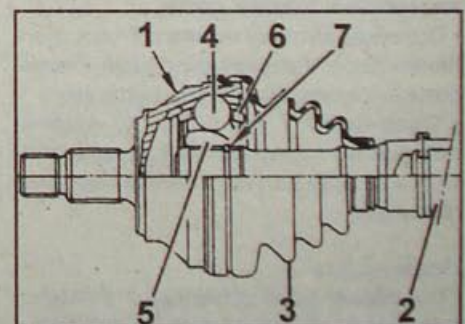

Рис. 8.10. Шарнир равных угловых скоростей с наружной стороны приводного вала:
- Установите кромки защитного чехла в канавки на корпусе (1, рис. 8.10) наружного шарнира и приводного вала (2).